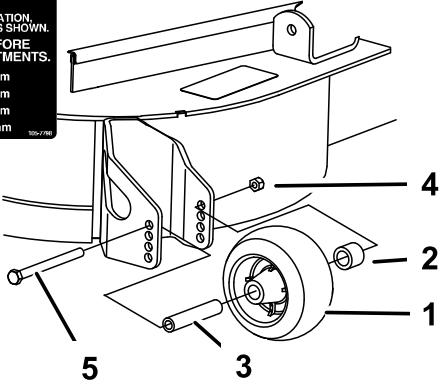

**Figura 29**
- Ajuste los rodillos protectores del césped según se muestra en Figura 28, Figura 29 y Figura 30.